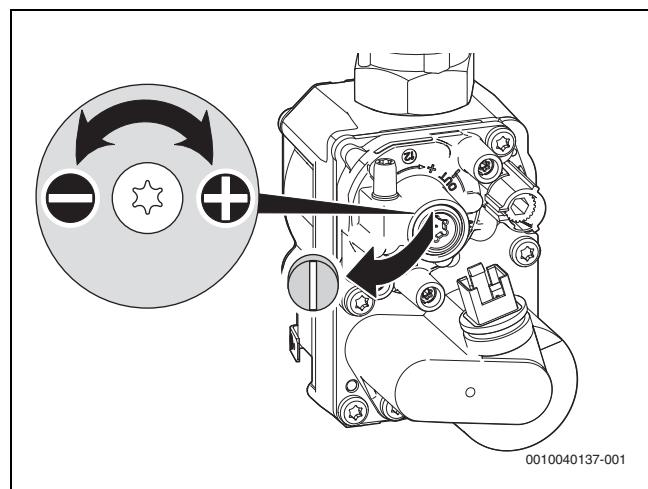

Bild 8 Plombe an der Einstellschraube entfernen
- Plombe an der Einstellschraube der Gasarmatur entfernen (nur Gasarmatur unten in Bild 8) und CO₂- oder O₂-Gehalt für minimale Nennwärmeleistung einstellen.